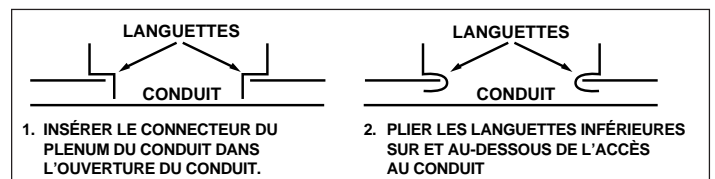

Figure 16. Installation du connecteur du conduit
- c. Plier les languettes inférieures vers le bas et ensuite le haut, bien contre le conduit de distribution d'air (voir la figure 16).